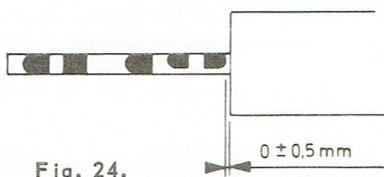
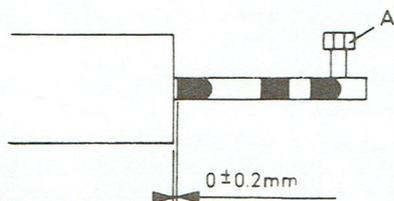
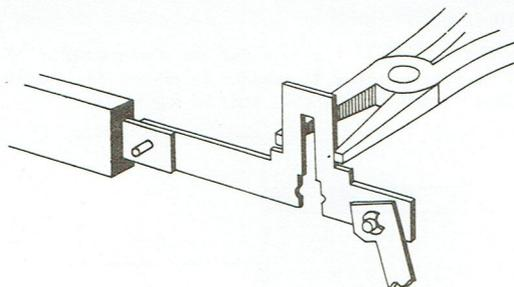

Fig. 24.
Fig. 26.
Fig. 27.
Enfoncer la touche d'enregistrement. Placer l'appareil en position "Stéréo". Maintenant les deux commutateurs doivent être réglés conformément à la figure 24. Le réglage s'effectue lorsqu'on courbe l'équerre pos. 153, voir la figure 27.
Placer l'appareil en position 4,75 cm/sec. Maintenant, le commutateur doit être réglé conformément à la figure 26. Régler en courbant l'équerre rep. 153, voir la figure 27.
En position "PAR", le curseur du commutateur SK101 doit être réglé comme le montre la figure 31. Régler en courbant l'équerre rep. 152, voir la figure 27.
Placer l'appareil en position "Duoplay". Maintenant le curseur de SK6 doit être réglé conformément à la figure 32. Régler en courbant l'équerre rep. 153, voir la figure 27.